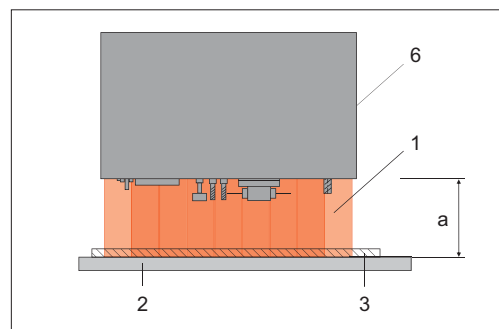

Fig. 3: altezza massima (a) delle lamelle: 400 mm (corrisponde alla distanza massima tra riparo fisso e piano di appoggio del pezzo in lavorazione)
- Ricadono fino alla superficie di appoggio del pezzo in lavorazione (altezza max. 400 mm, fig. 3).